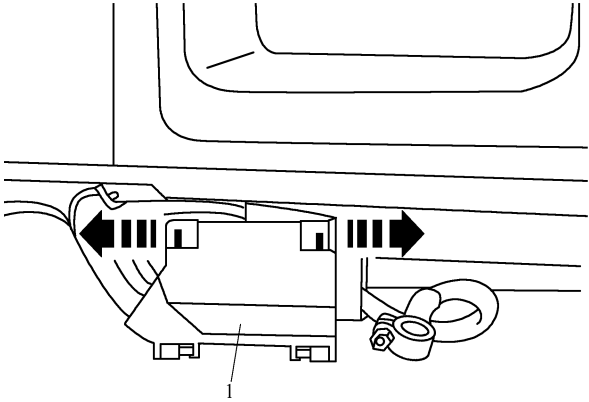

图 6-2-2 松开卡箍并打开蓄电池断路引爆装置上方的盖板
(1) 拆下蓄电池。如图 6-2-2 中箭头所示，松开卡箍，并打开蓄电池断路引爆装置上方的盖板 1。